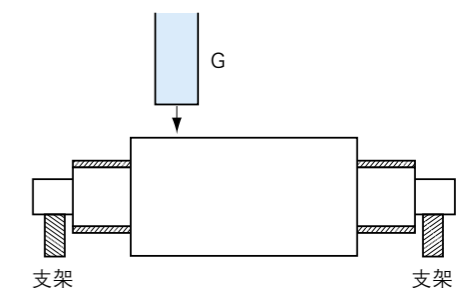

图 3.33
- 轴承内圈滚道面加工完毕后，对辊筒面进行研磨（见图 3.33）。